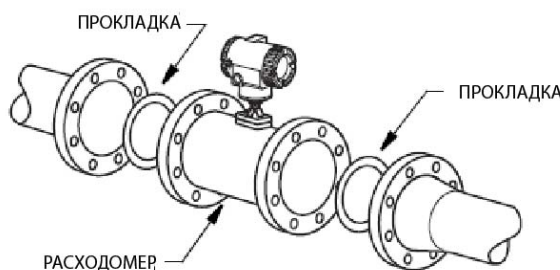

Рис. 12. Установка расходомера 84F
2. Вставьте прокладку между корпусом расходомера и соседними фланцами. См. рис.12. Расположите прокладки так, чтобы внутренний диаметр каждой прокладки был отцентрирован по отношению к внутреннему диаметру расходомера и примыкающего трубопровода.